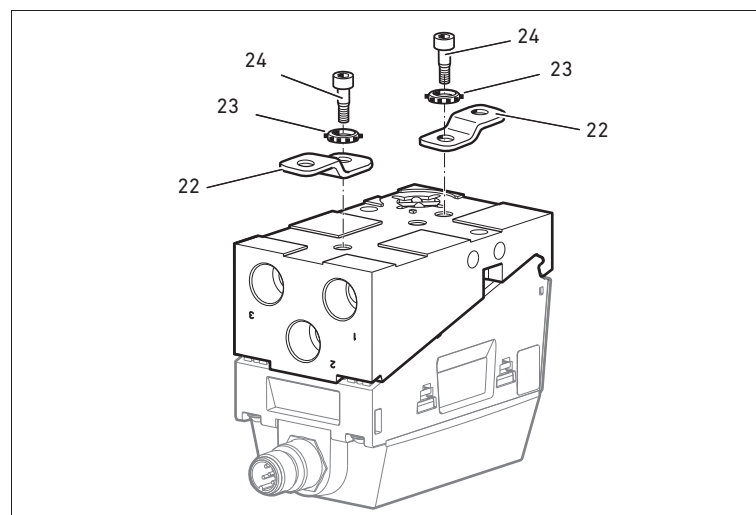

Fig. 7: Montage du set de fixation pour plaque de montage
- 2 tôles de montage (22)
- 2 joints dentelés (23)
- 2 vis à tête cylindrique (surpan 4) (24), couple de serrage : 6 Nm
1. Monter le set de fixation pour plaque de montage tel que décrit à la fig. 7.